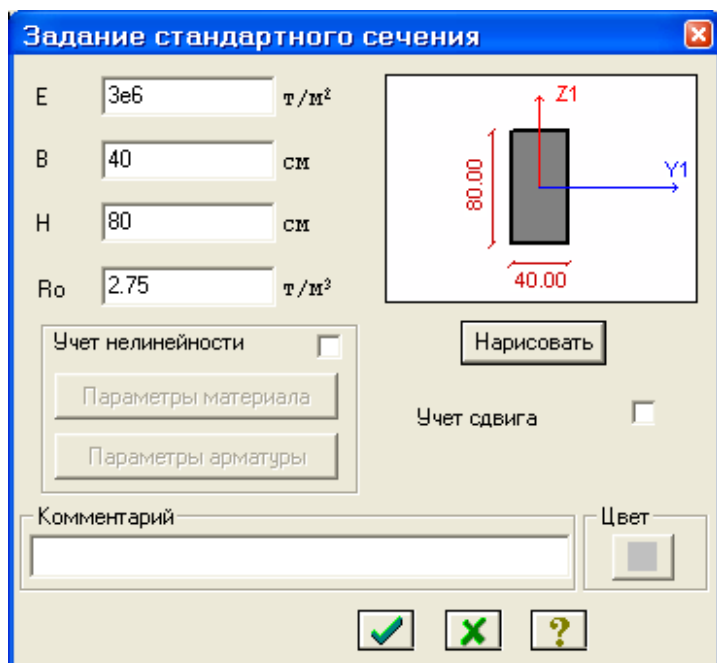

Рис.11.10. Диалоговое окно Задание стандартного сечения
- В диалоговом окне **Задание стандартного сечения** (рис.11.10) задайте параметры сечения **Брус**: